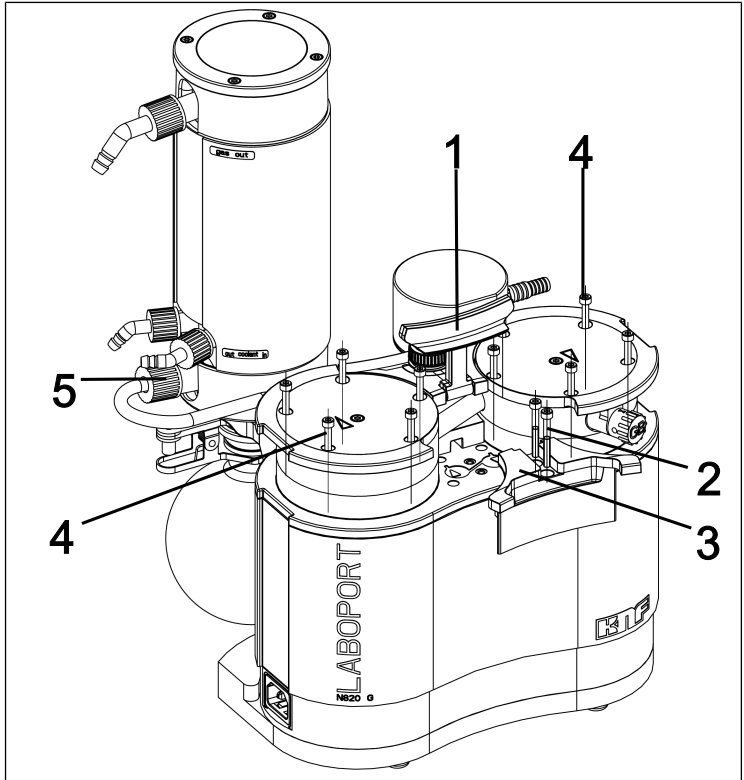
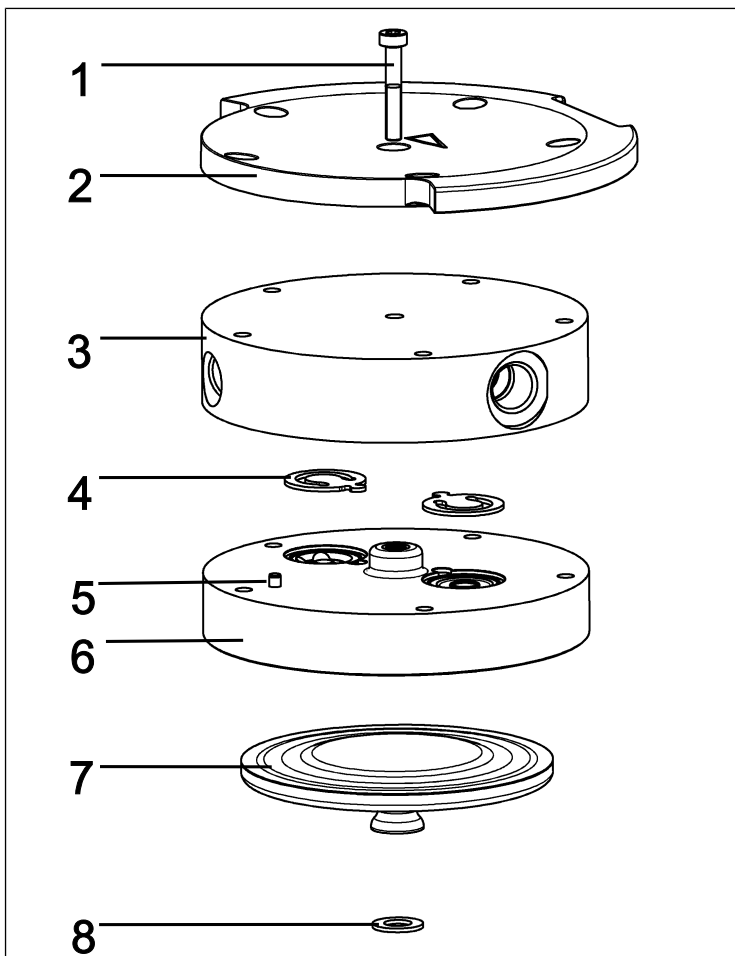

Abb.12: Griffblende abmontieren
Abb.13: Pumpenkopf (dargestellte Pumpe N820)
3. Lösen Sie die Überwurfmutter der Schlauchverbindung (**5**/ Abb. 12) von der Vakuumsystemkomponente.
4. Stellen Sie den Griff (**1**/Abb. 12) in eine senkrechten Position.
5. Lösen Sie die beiden Schrauben (**2**/Abb. 12) der Griffblende (**3**/Abb. 12).
6. Entfernen Sie die Griffblende (**3**/Abb. 12).
7. Lösen Sie die 10 außenliegenden Kopfschrauben (**4**/Abb. 12) an beiden Pumpenköpfen.
8. Entnehmen Sie die 10 außenliegenden Kopfschrauben (**4**/ Abb. 12) aus den beiden Pumpenköpfen.
- i** Die beiden innenliegenden Kopfschrauben (**1**/Abb. 13) bleiben dabei zunächst noch fest angezogen.
**i** Die folgenden Positionsnummern beziehen sich auf Abb. 13, falls nicht anders angegeben.
1. Markieren Sie Druckplatte (2), Kopfdeckel (3) und Zwischenplatte (6) mit einem durchgehenden Bleistiftstrich. Dadurch wird verhindert, dass die Teile später falsch montiert werden.
2. Entnehmen Sie die außenliegenden Schrauben (4/Abb. 12) von den Pumpenköpfen.
9. Setzen Sie die 10 außenliegenden Schrauben (4/Abb. 12) in den Pumpenkopf ein und ziehen Sie diese über Kreuz an (Anzugsdrehmoment: SH/SR820G: 4 Nm; SR/SH840G: 5 Nm)
**i** Sollten die außenliegenden Schrauben (4/Abb. 12) sich nicht in den Pumpenkopf einsetzen lassen, lösen Sie die innenliegende Kopfschraube (1) und prüfen Sie den Sitz des Kopfdeckels (3) auf der Zwischenplatte (6).
11. Ziehen Sie die Überwurfmutter der Schlauchverbindung (5/Abb. 12) am Hochleistungskondensator (2/Abb. 3) handfest an.
1. Montieren Sie die Griffblende (3/Abb. 12).
2. Ziehen Sie die Schrauben (2/Abb. 12) der Griffblende (3/Abb. 12) an (Anziehmoment: 2 Nm).